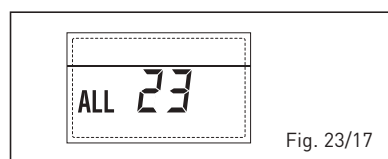

Fig. 23/17
– **ANOMALÍA SONDA DEL COLECTOR SOLAR (S1) “ALL 24” (fig. 23/18)**